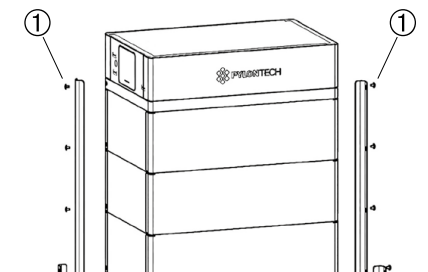

Fig. 3.14 - Punto di fissaggio staffe
- Per eseguire le successive operazioni è necessario lasciare liberi i due punti di fissaggio tra le staffe metalliche e il BMS (1, Fig. 3.14).